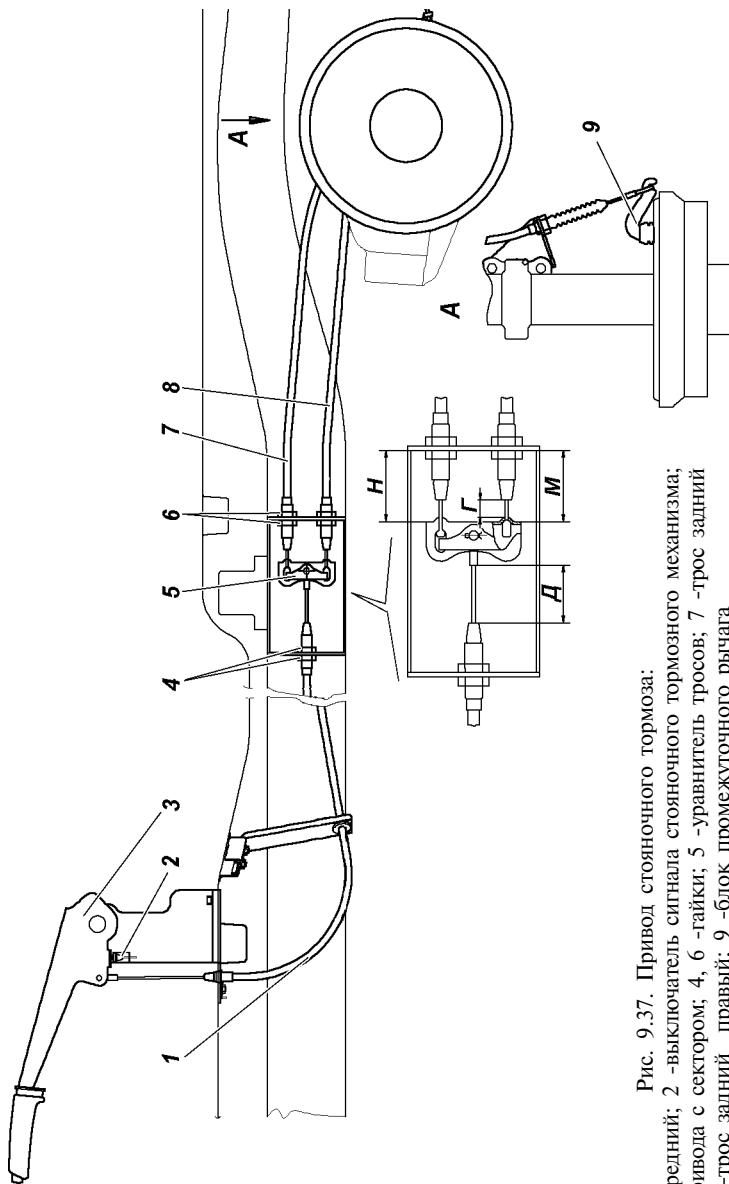

Рис. 9.37. Привод стояночного тормоза:
Колесный стояночный тормоз действующий на тормозные колодки задних колес (рис. 9.37).
3. Установите рычаг стояночного тормоза 3 (рис. 9.37) в нижнее положение.
натянув их усилием 100 Н (10 кгс). При этом необходимо выдержать размер $\Gamma = 1$ мм (min), $\Delta = 35$ мм (min) и разницу размеров М и Н не более 6 мм (рис. 9.37).